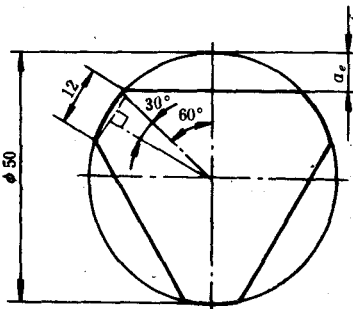

图 1-29 圆钢铣削三边
10. 如图 1-29 所示圆钢经三次铣削成的工件,圆钢直径为 50mm,试求侧吃刀量 a 。